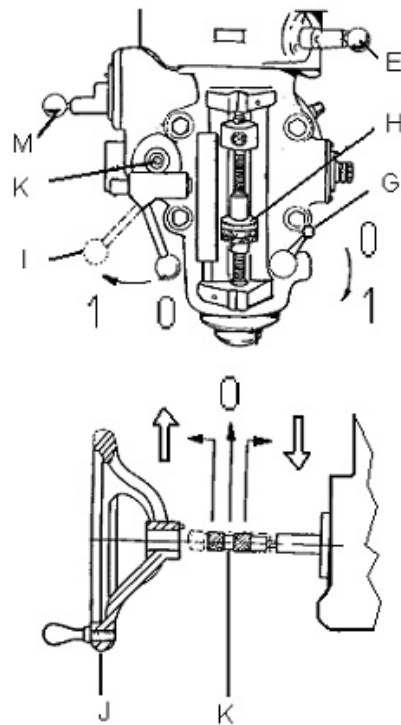

Рис. 9
- ходовой винт для перемещения стола по вертикали (С, Рис. 9).
Наполнить масленку (А, Рис.9) маслом.